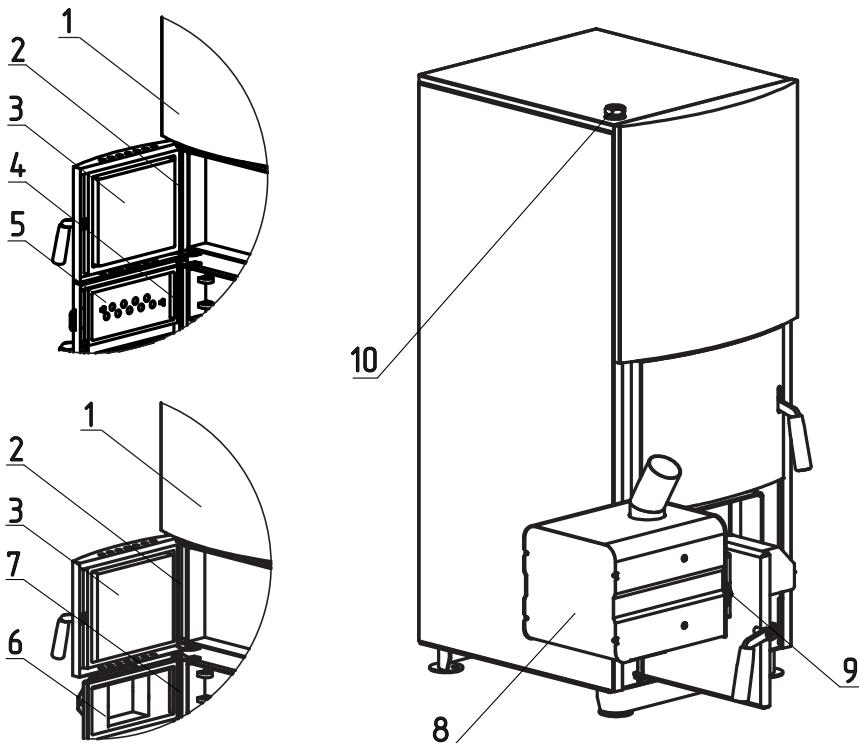

Рис. 9 Порядок установки двери на твердотопливные котлы ZOTA Mix 40 и ZOTA Mix 50
- Снимите панель (Рис.9, поз.1), извлеките ось (Рис.9, поз.2) и снимите дверцу загрузочную (Рис.9, поз.3).
- Затем извлеките ось дверцы зольной (Рис.9, поз.4) и снимите зольную дверцу (Рис.9, поз.5).
- Далее установите адаптер горелки (Рис.9, поз.6) и зафиксируйте его осью (Рис.9, поз.7).
- Установите дверцу загрузочную (Рис.12, поз.3), установите ось загрузочной дверцы (Рис.9, поз.2) и установите на место панель (Рис.9, поз.1).
- Установите горелку (Рис.9, поз.8) на котел и зафиксируйте ее гайками (Рис. 9, поз. 9).
- Для установки гильзы под датчики температуры и перегрева снимите пробку или тягогрегулятор (если установлен) и установите гильзу (Рис.9, поз.10) в освободившееся отверстие.